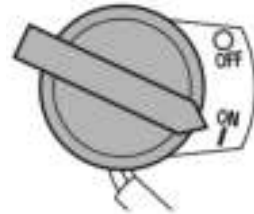

Рис. 14 Выключатель зажигания
- Выключатель зажигания переведите в положение «ON» (Включено) (Рис. 14).
2. Переверните выключатель зажигания в положение «OFF» (Выключено) (Рис. 14).
При возникновении аварийной ситуации, для экстренной остановки двигателя мотокультиватора переведите выключатель зажигания в положение «OFF» (Выключено) (Рис. 14).